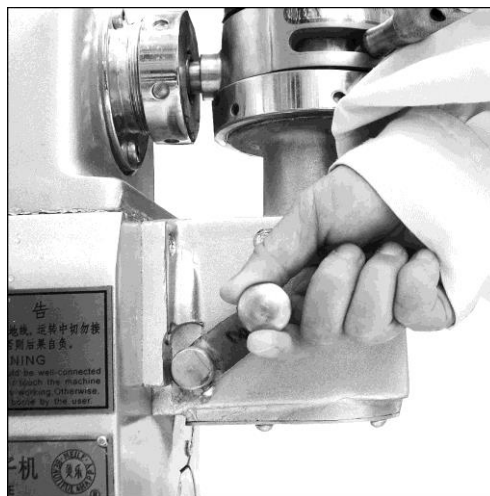

Рис.3
Заполнить ковш (14) фаршем, поставить рукоятку (21) муфты на положение “ON (включение)”, поставить рукоятка для регулирования количества фарша (18) на требуемое положение, затем вращать рукоятку и её крепить (рис.3), подготовить ёмкости фарша и поставить их под трубку (16), после этого включить машину и испытывать подачу фарша, после работы 1-2 мин. если подача фарша плавная, стабильная и без перерыва, то можно поставить рукоятку (21) муфты на положение “OFF (выключение) (рис. 3) и прекратить подачу фарша.